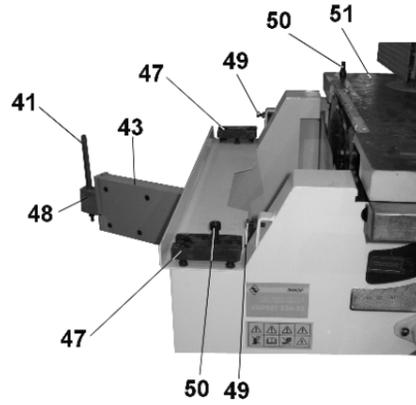

Рис.5
8.2.1. Как показано на Рис.5 выкрутите два болта (50) из опор (47).